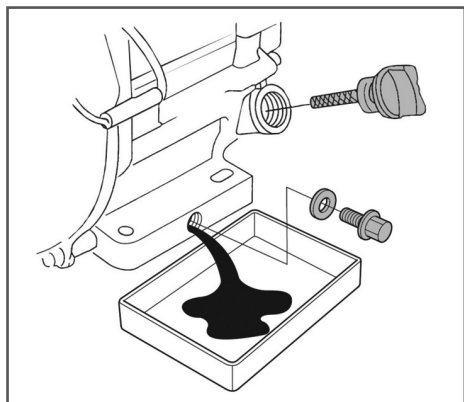

Рис. 23 Замена масла в двигателе
4. Очистите от загрязнений зону вокруг маслосаливной горловины. Извлеките крышку-щуп из маслосаливной горловины (Рис. 23) и протрите щуп чистой ветошью.
5. Открутите пробку для слива масла и слейте отработанное масло в подготовленную для этого емкость (Рис. 23).